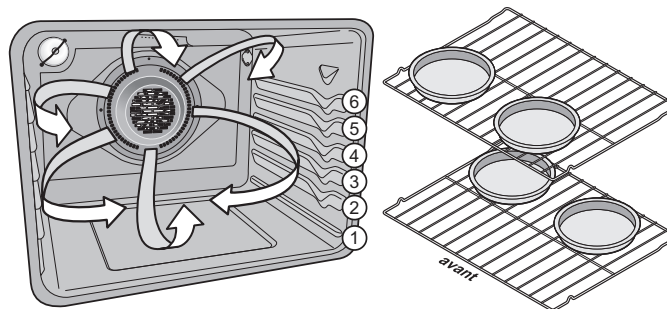

Figure 23 : Emplacement des grilles et des plats de cuisson
- Pour cuire sur deux grilles voir à les placer en position 3 et 5 et disposer les plats comme indiqué dans Figure 23.